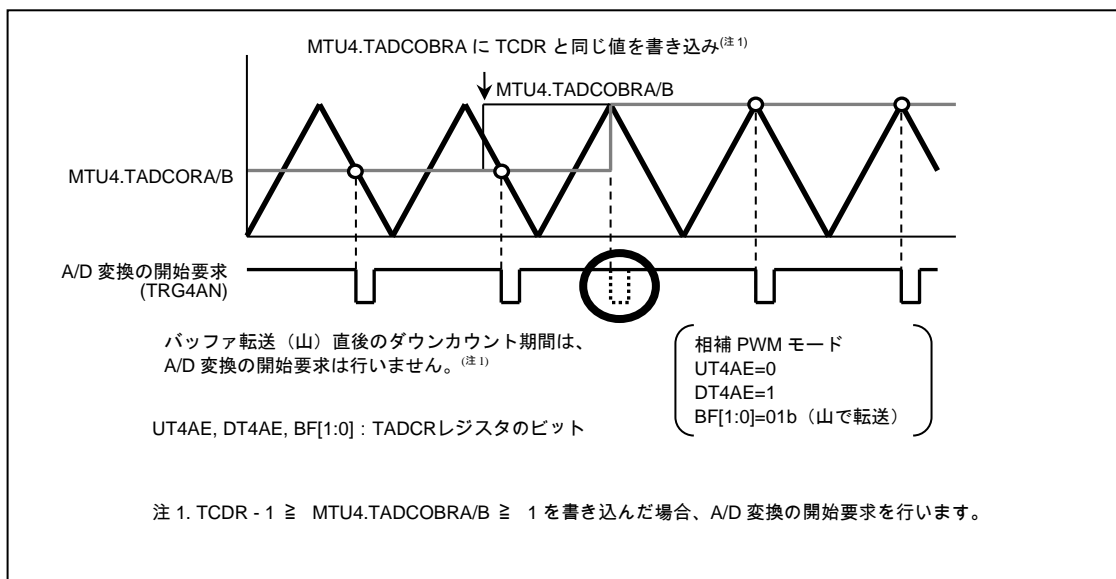

図 18.126 MTU4.TADCOBRA に TCDR と同じ値を書き込んだときの A/D 変換の開始要求(ユニット 0)
- MTUn.TADCOBRA、MTUn.TADCOBRB レジスタに TCDR レジスタと同じ値、かつ、MTUn.TADCR レジスタの DT4AE、DT4BE ビットに“1”を設定して、MTUn.TCNT カウンタの山でバッファ転送したとき、転送直後のダウンカウント期間については A/D 変換の開始要求を行いません (図 18.126)。